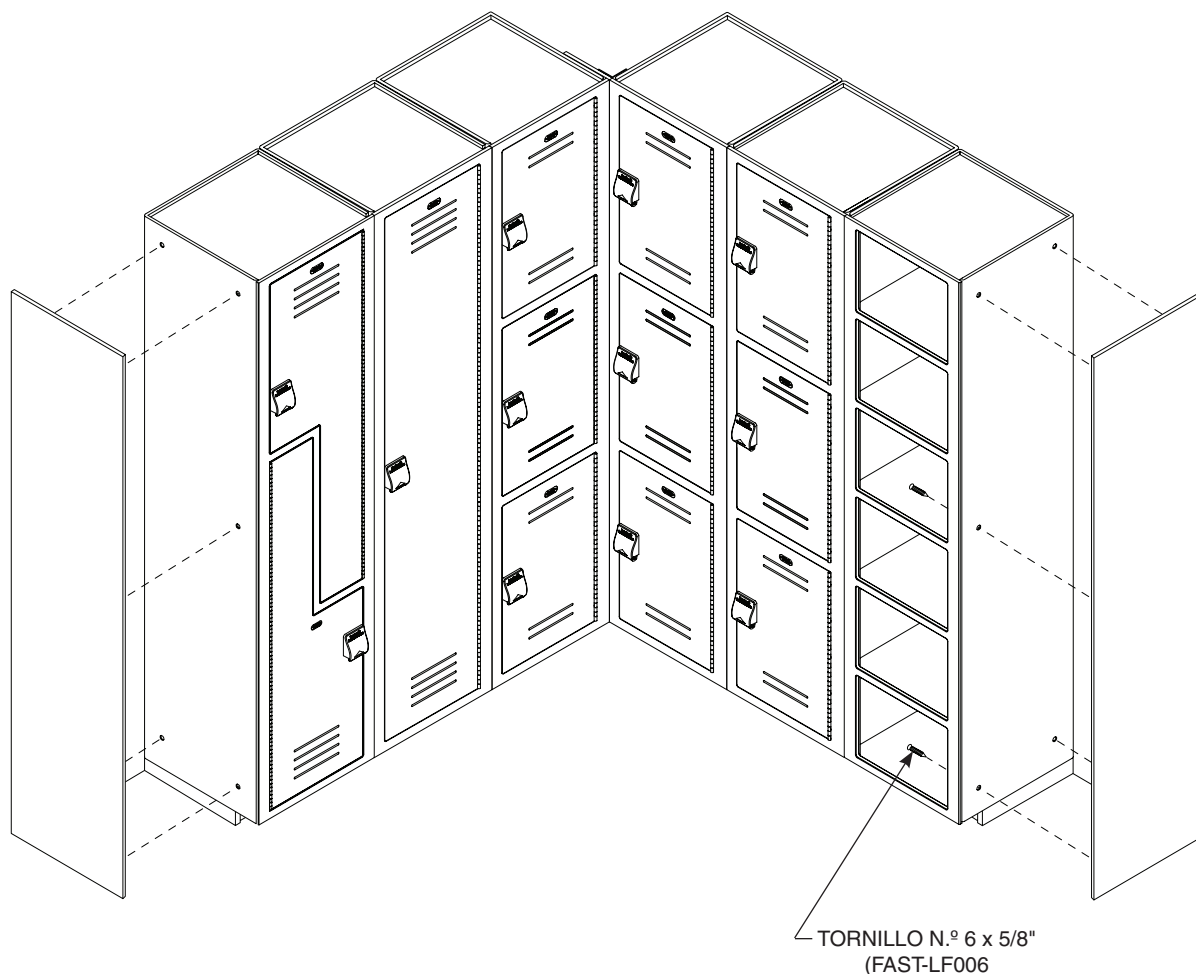

Figura 8
*La parte superior inclinada opcional no se muestra en la Figura 8.*
1. Perfore cinco orificios de 3/16" de diámetro en cada uno de los costados expuestos de los casilleros donde se debe ajustar el panel del extremo en los lugares que se muestran en la Figura 8. No perfore orificios en el panel del extremo.
2. Fije el panel del extremo a los casilleros con los tornillos n.º 6 x 5/8" de largo proporcionados (consulte la Figura 8). Los tornillos se deben insertar desde el interior del casillero y se deben atornillar en el panel del extremo. Los tornillos no sobresaldrán del panel del extremo.